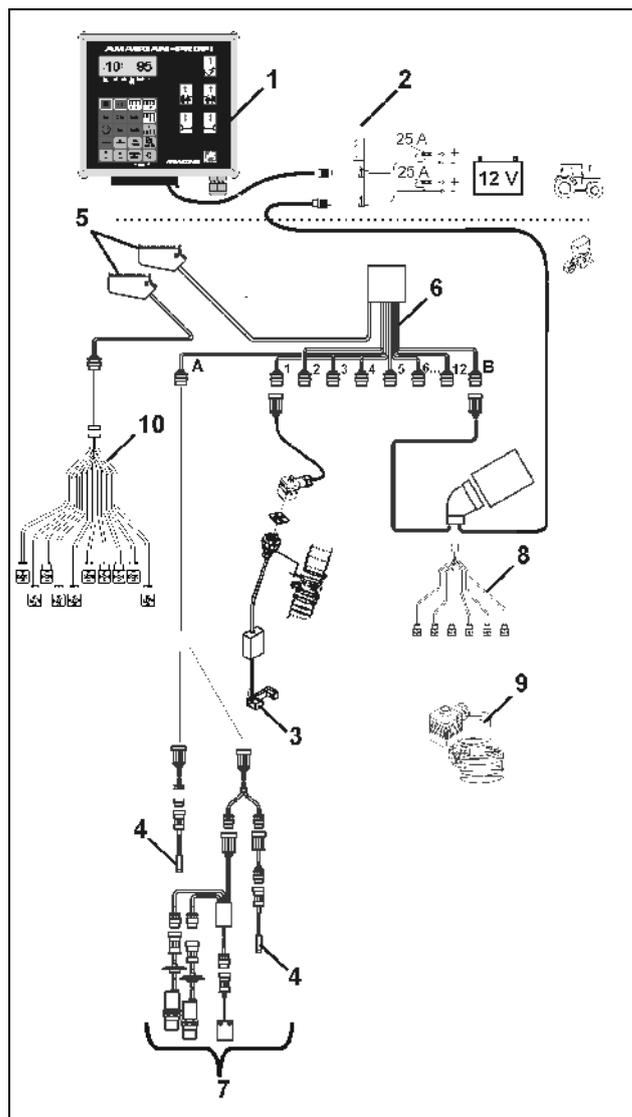

Рис. 3
**AMASCAN PROFI** (Рис. 3/...) состоит из:
**AMASCAN PROFI** крепится на тракторе при помощи крепления и кронштейна (2) в поле зрения водителя